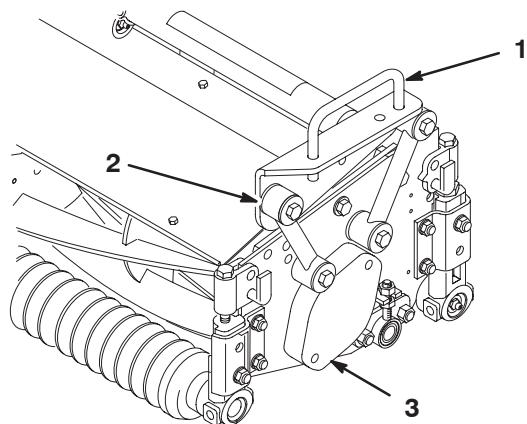

Figura 3
- Fixe cada um dos tirantes de montagem à estrutura de suporte com um parafuso de 3/8 x 2-1/4 polegadas, 2 anilhas chatas, e uma porca de freio, conforme indicado na Figura 3. Coloque uma anilha em cada um dos lados do tirante ao proceder à montagem. Aperte com um binário de 42 Nm.